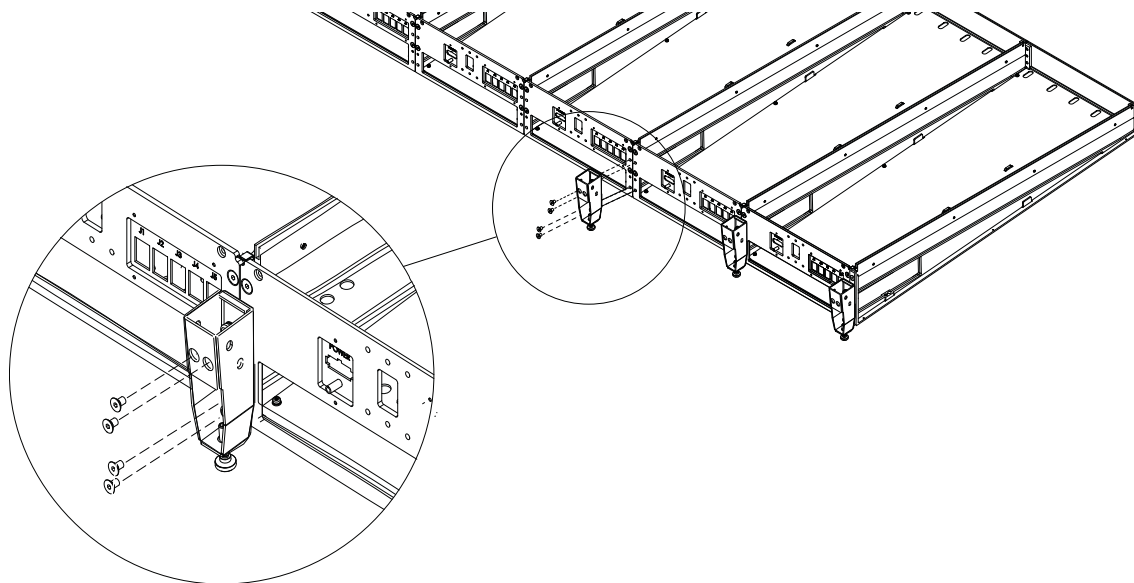

図 23. 後脚を2つの隣接する背面タイ・プレートに取り付ける
- 残りの後脚をすべて、隣接する背面タイ・プレートに取り付けます（図 23 を参照）。